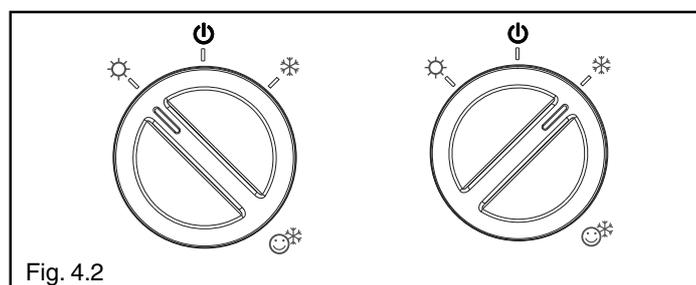

Fig. 4.2
- posizionare l'interruttore generale dell'impianto su acceso e posizionare il selettore di funzione su estate ☀️ o inverno ❄️ (fig. 4.2) a seconda del tipo di funzionamento prescelto.
Per ripristinare il funzionamento è necessario posizionare il selettore di funzione su “⏻” (OFF/RESET) e riportarlo quindi nella posizione desiderata: estate o inverno (fig. 4.2).